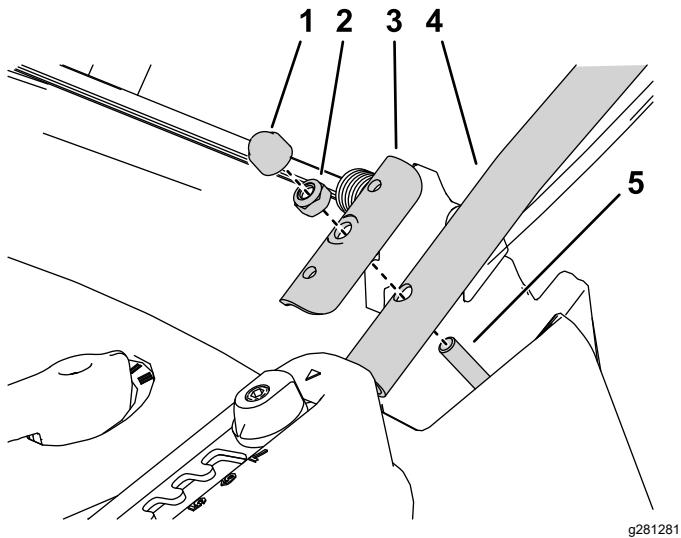

Figure 3
2. Fixez la partie inférieure du guidon de chaque côté au sommet du plateau de coupe avec une plaque de serrage et le contre-écrou hexagonal que vous avez retirés du plateau à l'opération précédente (Figure 3).